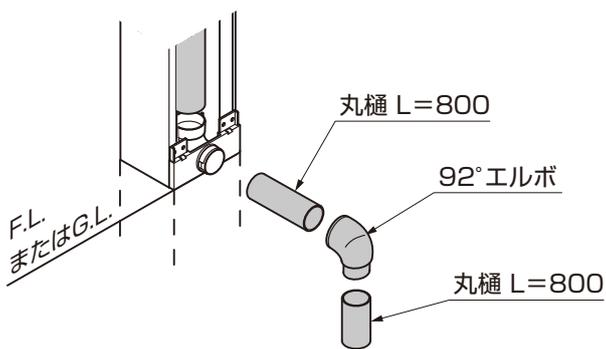

図4-6
- 雨樋下部品に柱セットに同梱のL=800の丸樋とエルボ使用して床下に排水するなどが可能です。(図4-6参照)